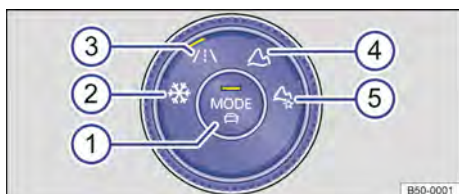

Fig. 134 En la parte inferior de la consola central: mando del 4MOTION Active Control en vehículos con tracción total.
Leyenda de la fig. 134:
- Gire el mando del 4MOTION Active Control hasta que se encienda el LED situado junto al perfil de conducción deseado → fig. 134.
- Pulse la tecla de selección del perfil de conducción  o gire el mando del 4MOTION Active Control hasta que se encienda el LED junto al perfil de conducción **Onroad** → fig. 134 ③.
- Gire el mando → fig. 134 del 4MOTION Active Control hasta que se encienda el LED situado junto al perfil de conducción **Offroad Individual** → fig. 134 ⑤.
- Si el perfil **Offroad Individual** ya estaba seleccionado, presione la tecla MODE del mando → fig. 134.